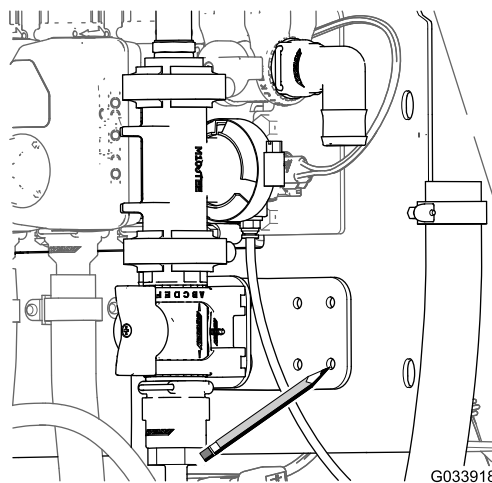

图 32
3. 用控制阀支架作为模板将软管在支架中的位置标记在歧管安装架的表面上图 32。